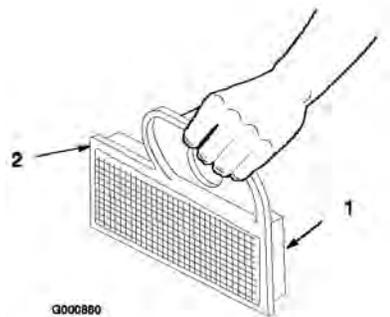

Figura 29
- A. Golpee suavemente el filtro en una superficie plana para eliminar polvo y suciedad (Figura 29).